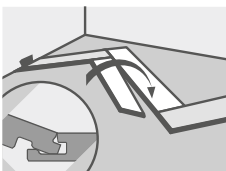

Рисунок 11
- 11.14 Начать следующий ряд слева с планки А. Для этого торцевой гребень укладываемой планки А вставить в продольный паз замка уже уложенной планки В под углом, при этом продольная сторона планки должна быть установлена с небольшим смещением, так чтобы при опускании планки вниз можно было ввести в зацепление продольный замок с предыдущим рядом (см. Рисунок 11).